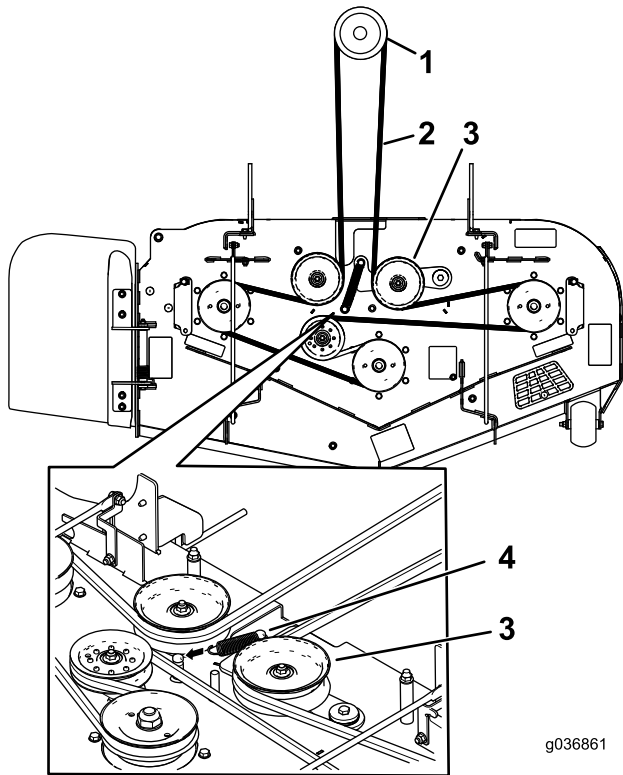

Рисунок 61
10. Проложите новый ремень вокруг шкивов газонокосилки и шкива муфты под двигателем (Рисунок 61).
11. Установите пружину натяжного шкива (Рисунок 61).